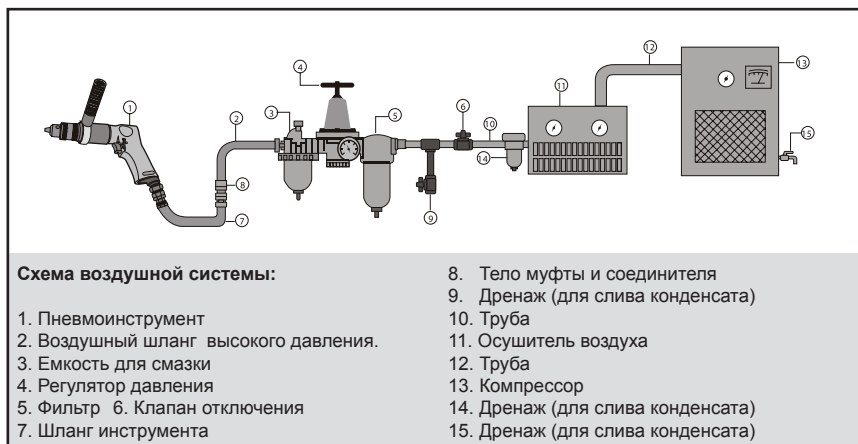

Рис.2 (Схема подключения)
В. Подача воздуха (см. схему ниже, рис.2)
4. Необходимо чистить картридж воздушного фильтра на входе каждую неделю. Как проводится данная процедура можно увидеть на схеме рис.2.